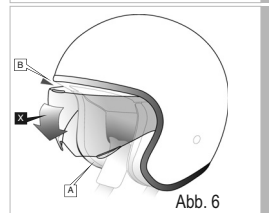

Abb. 6
Das Visier an der dafür vorgesehenen Stelle (A) in Richtung (X) so weit absenken, bis die Position "vollständig geöffnet" erreicht ist (Abb. 6). In dieser Position muss zur Demontage des Visiers die Sperre (B) gelöst werden, indem das Visier in Richtung (X) bewegt und von der Sperre gelöst wird. Die Loslösung liegt dann vor, wenn sich die Oberkante des Visiers über dem oberen Rand des Helms befindet.